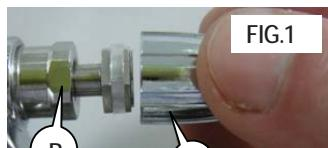

FIG.1
primer lugar retire con precaución la tuerca de regulación (6) como se ilustra en la Fig.1. Luego, gire a mano en sentido contrario al de las agujas del reloj la tuerca hexagonal (A) de la regulación, para abrirla completamente, y desenrosque con la llave correspondiente el lado hexagonal (B), girándolo en sentido contrario al de las agujas del reloj.
-Para montar nuevamente el grupo de regulación del abanico (5) y la válvula reguladora del flujo de aire (15), efectúe las operaciones en el orden contrario.